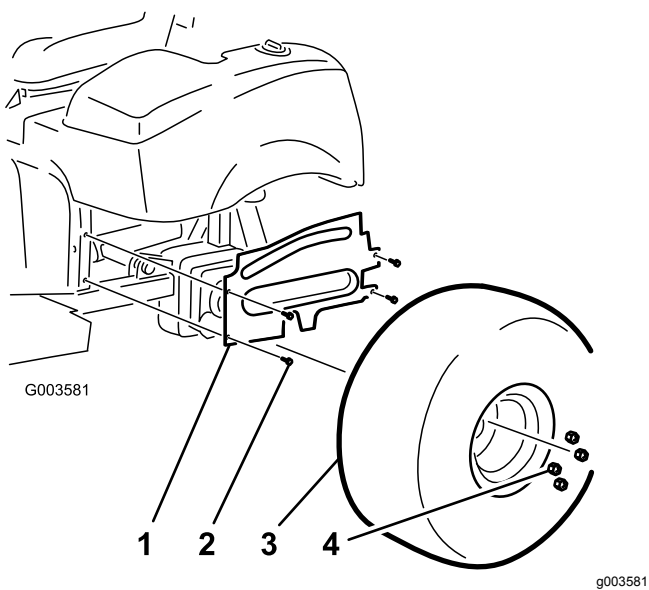

Figure 38
9. Remettez les 4 boulons à embase qui fixent la protection de roue gauche au cadre (Figure 38).
10. Montez la roue arrière gauche (Figure 38).